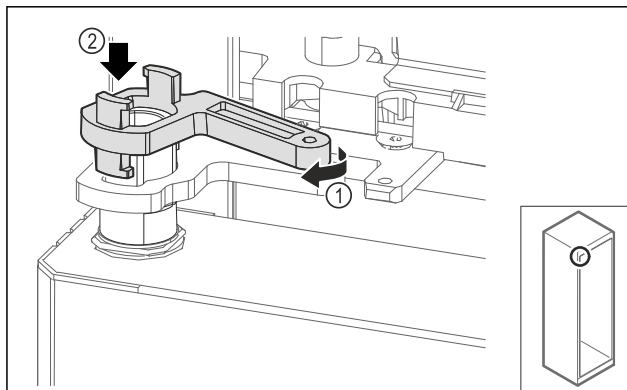

Fig. 58
- ▶ Слегка поверните фиксатор опорного кронштейна Fig. 58 (1) и насадите на втулку Fig. 58 (2).